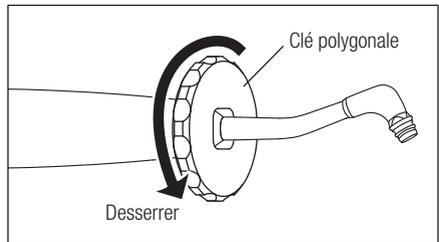

Fig. 14
- 3) Insérez la clé polygonale par l'extrémité de l'embout, desserrez l'embout et débranchez celui-ci de la pièce à main. (Fig. 14)